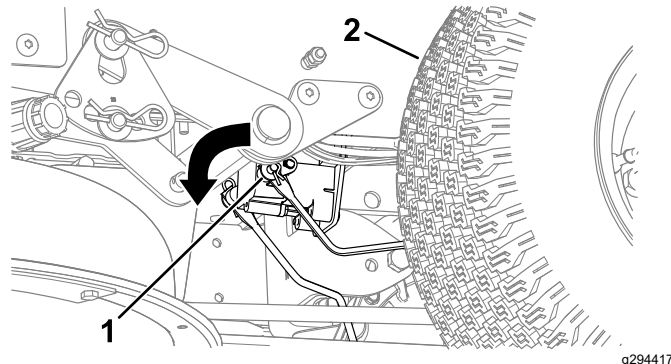

Рисунок 54
3. Найдите вал на электрическом тормозе, к которому подсоединены рычаги тяги тормоза (Рисунок 54).